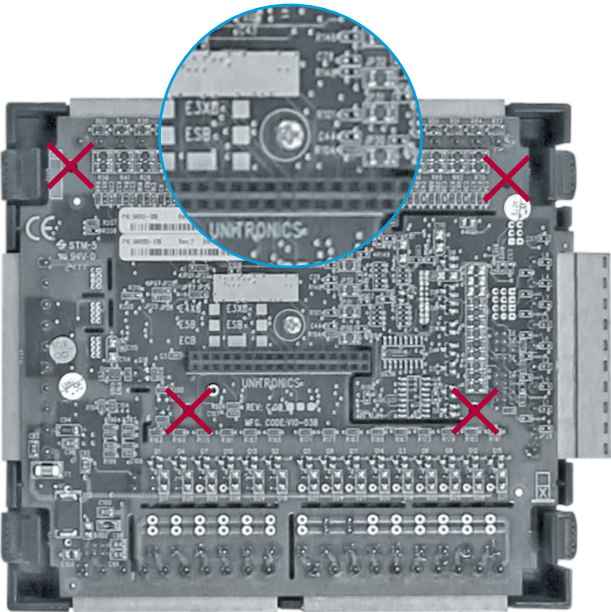

Рис. 21
- 3. С помощью отвертки Phillips открутите центральный винт, указанный на рис. 21, из верхней схемной платы модуля. **Не откручивайте остальные винты.**